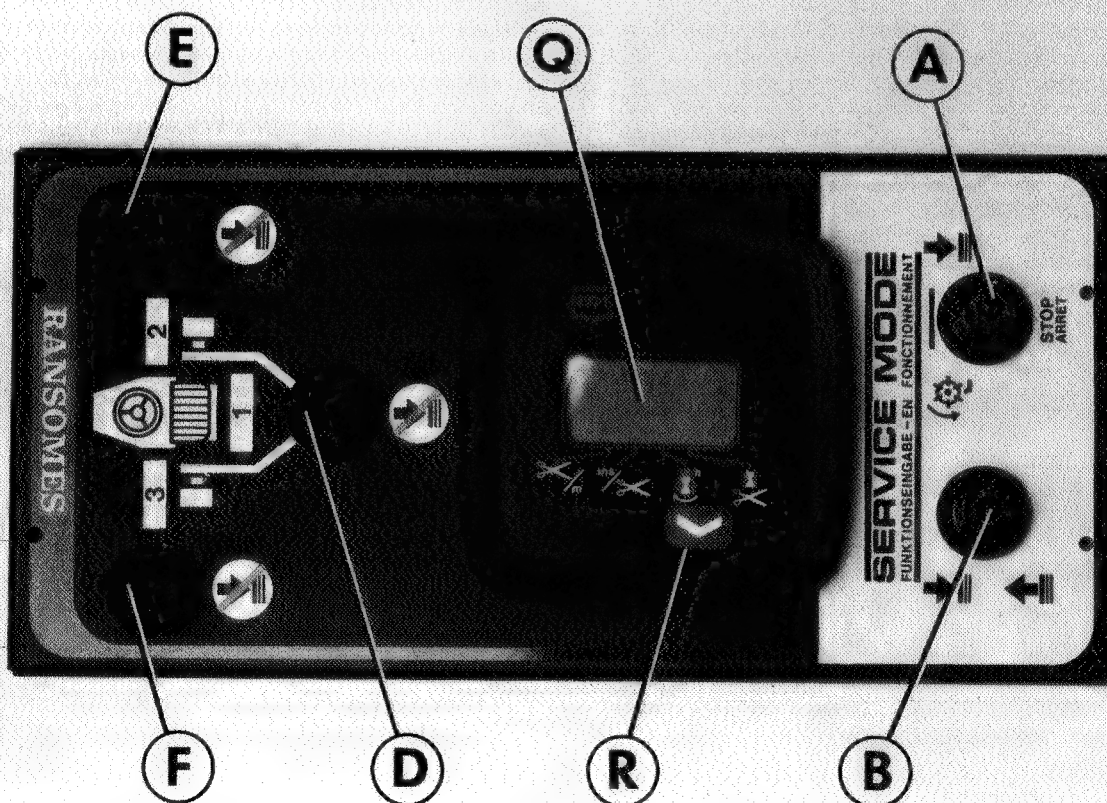

Fig.14
(Champion Fig. 14)
KEY TO CONTROL CONSOLE (Fig. 14)
SCHLÜSSEL ZUR BEDIENUNGSKONSOLE (Fig. 14)
(Champion, Fig. 14)
LEGENDE DU TABLEAU DE COMMANDE (Fig. 14)
SETTING THE CUTS PER METRE CONTROL (Champion Fig. 14 and Fig. 15)
- Read off the cuts per metre setting on the indicator panel (Q Fig. 14).
EINSTELLEN DER SCHNITTE/M-STEUERUNG (Champion Fig.14 und Fig.15)
- (d) Die Schnitte/m-Einstellung auf der Anzeigetafel ablesen (Q Fig.14).
(Champion, Fig.14 et Fig.15)
- (d) Lire le nombre de coupes au mètre (Q, Fig.14).